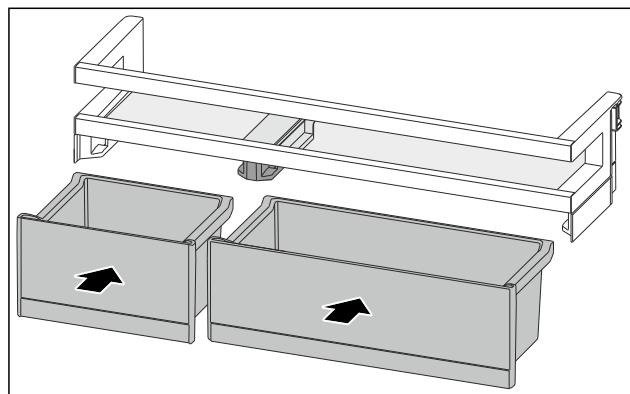

Fig. 190
- ▶ VarioBoxy vložte v opačném pořadí. (viz Fig. 190)